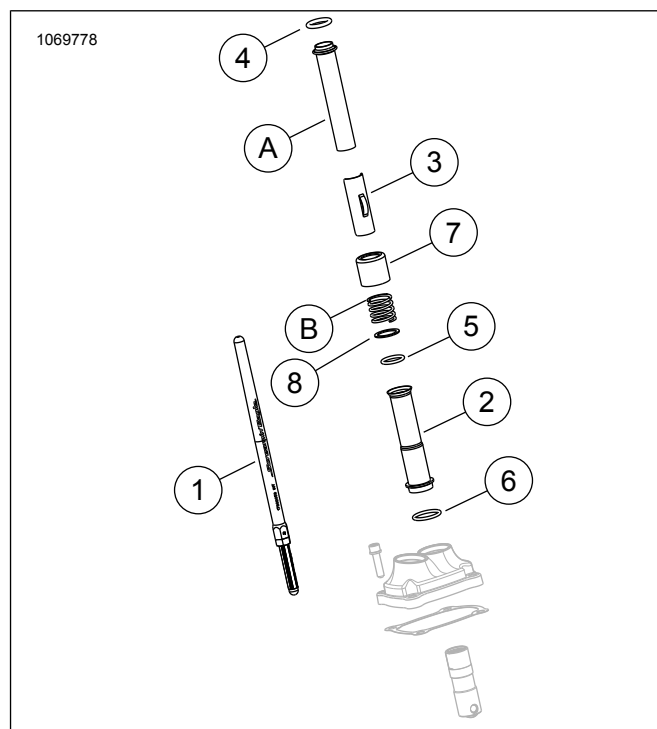
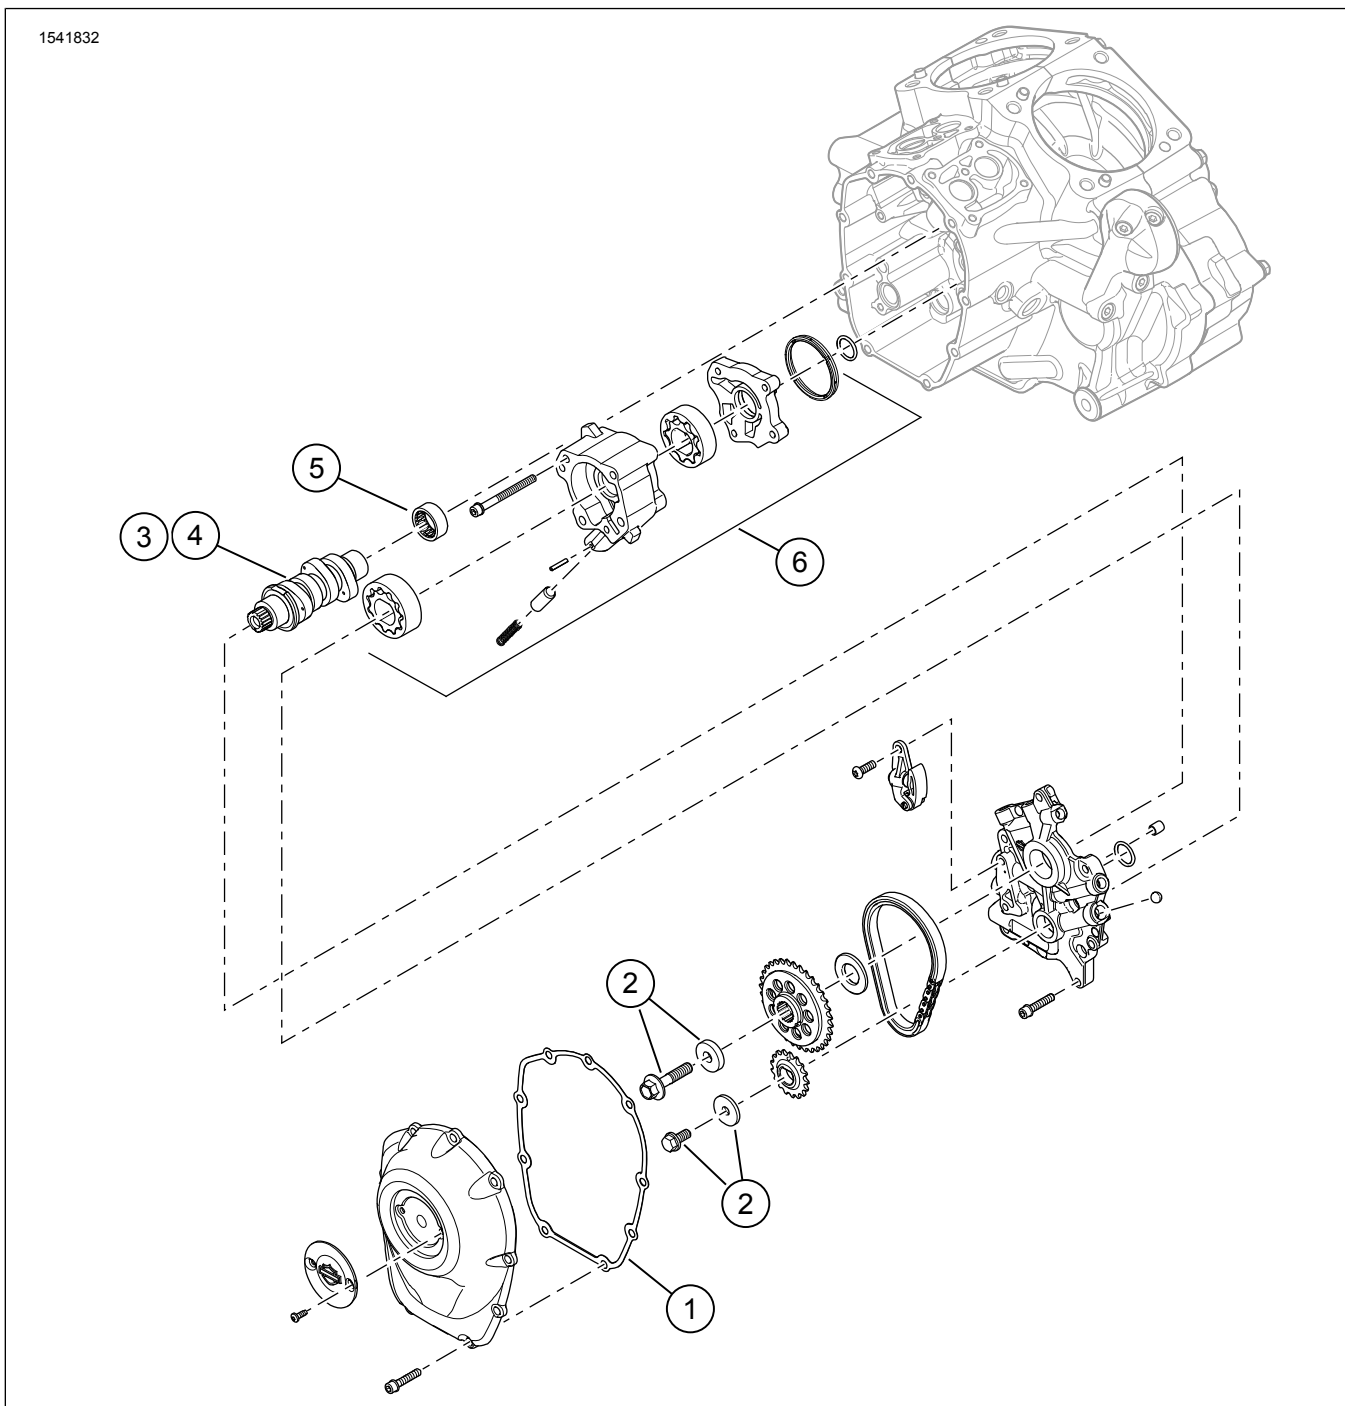

Figure 3. Pièces de rechange
Figure 4. Pièces de rechange : Kit Screamin' Eagle Milwaukee-Eight Stage 2
Consultez Figure 3 à Figure 4 et Tableau 2 à Tableau 3 .
1. Figure 4 Installez la pompe à huile. Référez-vous à la section MOTEUR dans le manuel d'entretien.